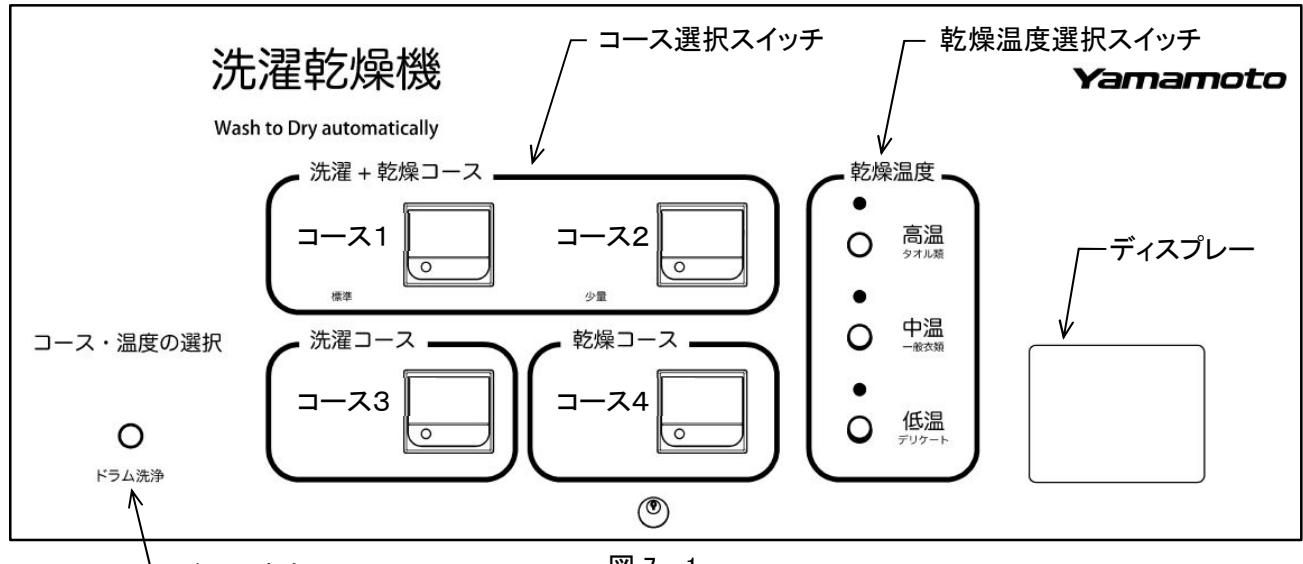

図 7-1
7. 1. 1 操作パネルの説明(図 7-1)
- 2) コース選択スイッチを押し、コースを選択します。(図 7-1)